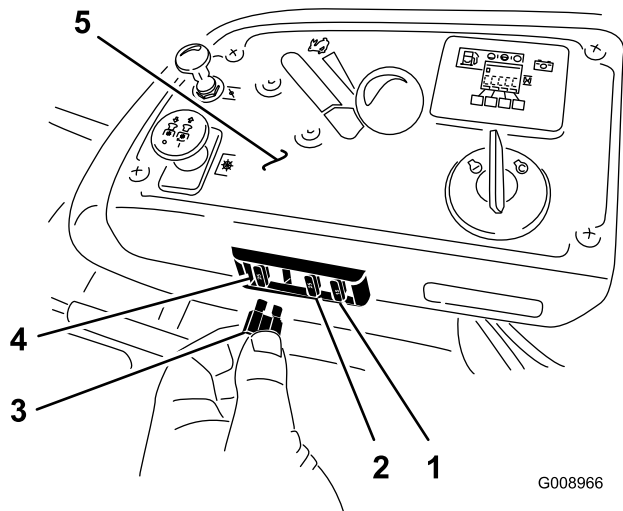

Figure 57
Les fusibles se trouvent sur la console, à droite du siège (Figure 57).
2. Remplacez le fusible (Figure 57).